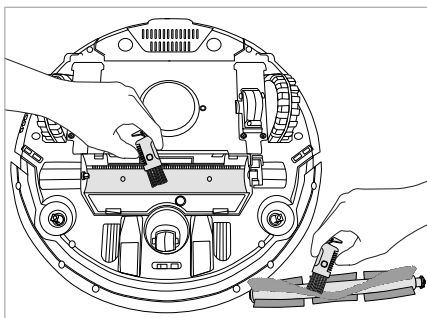

Rys. 15
- 1) Wyciśnij górną stronę osłony wałka szczotkowego **23**, aby ją zdjąć z urządzenia (patrz rys. 15).